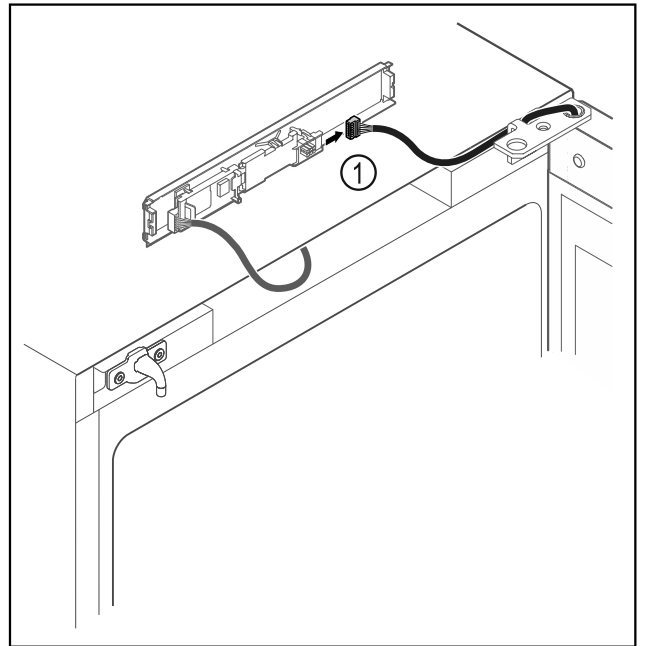

Fig. 17
- ▶ Stekker Fig. 17 (1) van printplaat loskoppelen.